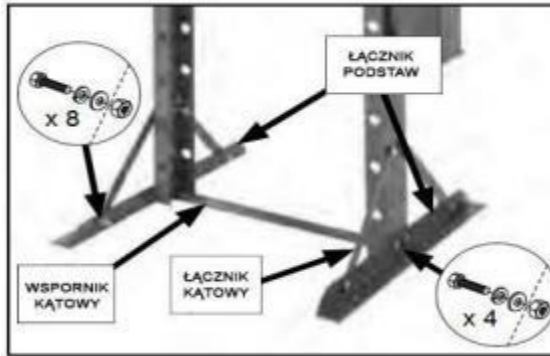

Fig. 1
1. Așezați coloanele pe podea, conectați picioarele folosind elementul de legătură al bazei, conform Fig. 1, utilizând 4 șuruburi (M12), șaibe plate de 12 mm, șaibe elastice de 12 mm și piulițe hexagonale M12.
mm și piulițe M12, ca pe Fig. 1
4. Fixați placa superioară în centrul grinzilor superioare, folosind 4 șuruburi M8 (Fig. 1).